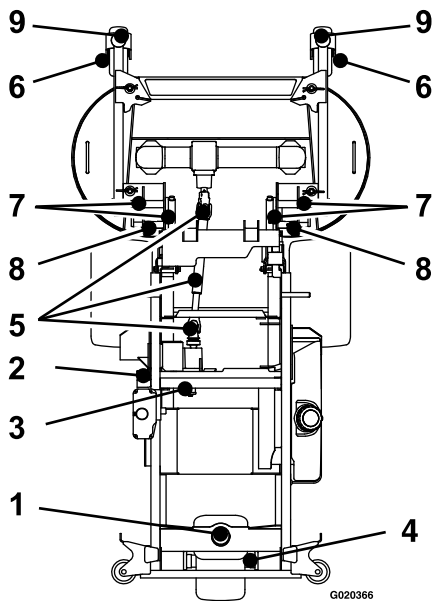

Bild 30
5. Fetten Sie den Spannarm des Pumpenriemens ein (Bild 30).